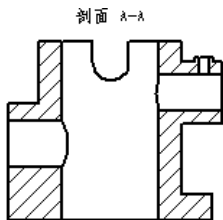

图 4.2.26 全剖视图
Step6. 选取前面创建的切割平面剖切线为切割平面，然后选择合适的位置单击，生成全剖视图，结果如图 4.2.26 所示。